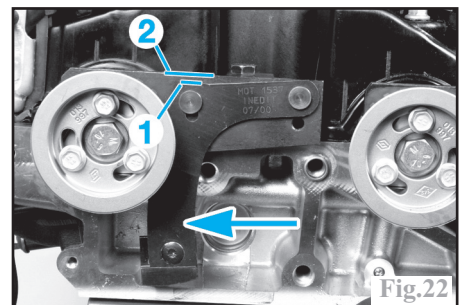

Fig.22
l'alignement de la face supérieure (1) de la languette mobile et de la face supérieure (2) de l'outil **Mot. 1537** (Fig.22).